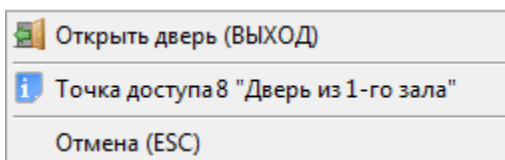

Рисунок 8-158 Контекстное меню для однонаправленной точки доступа с режимом работы "Выход"
- Предоставление доступа на выход (см. Рисунок 8-158) – для двунаправленной точки доступа, имеющей режим «Вход/Выход», или однонаправленной точки доступа, имеющей режим «Выход»;